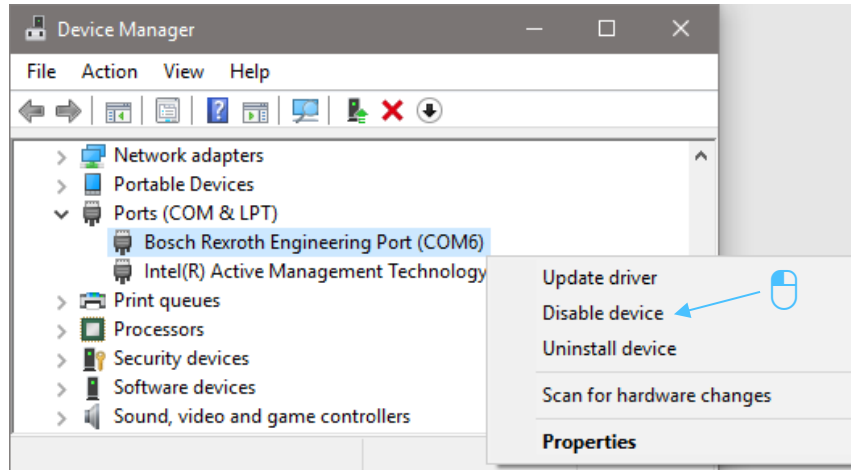

图 3: 设备管理器中的 USB 端口
- 如果 "xFC" 未显示为接口，请断开 USB 电缆与计算机的连接，然后重新连接。或者，在 Windows 设备管理器中禁用接口，如 图 3: 设备管理器中的 USB 端口 中所示，然后将其重新打开。